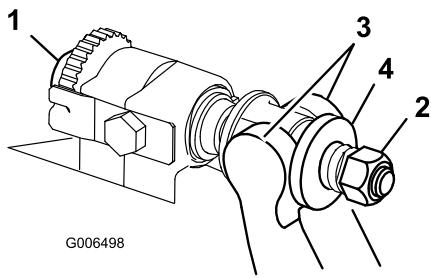

図 29
- ベッド・バー調整ネジ（図 29）を左に回してベッドナイフとリールの接触をなくす。
- スプリング・テンション・ナットをゆるめて、ワッシャーがベッドバーを全く押さないようする（図 29）。